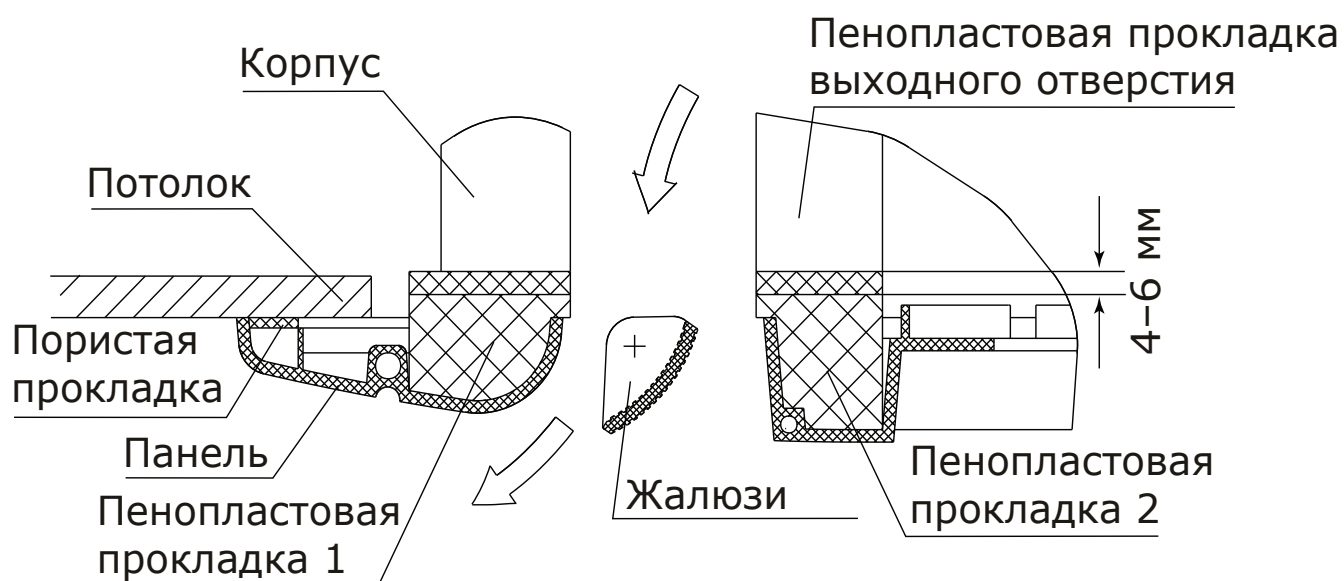

Рис. 2
- д) Продолжайте закручивать винты панели до тех пор, пока толщина пористой прокладки между корпусом и выходным отверстием на панели не уменьшится до 4—6 мм. Край панели должен касаться потолка. (см. рис. 2, стр. 11).